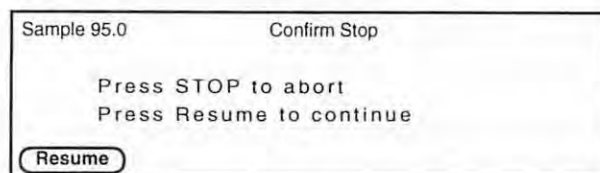

Fig. 3-14 中止確認スクリーン
1. **STOP** を押してください。中止確認スクリーン(Fig.3-14)が表示されます。